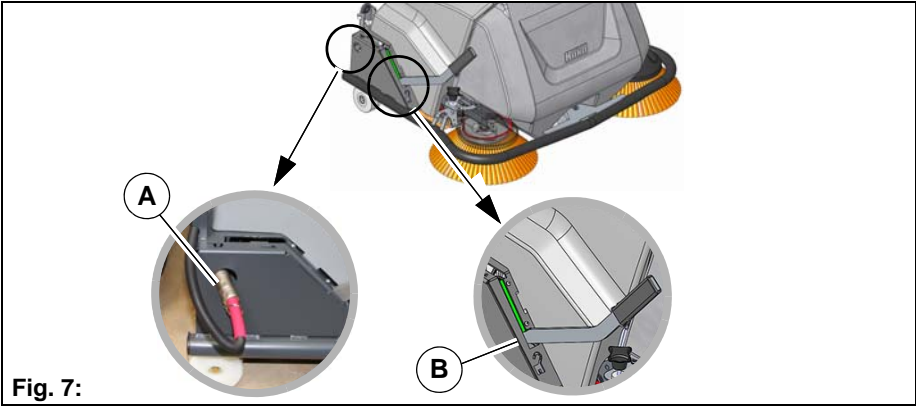

Fig. 7:
1. Trekk ut støpselet fra maskinen og stikk den inn i boringen **Fig. 7-A**.
2. Sett spaken i veksel-/parkeringsposisjon **Fig. 7-B**.